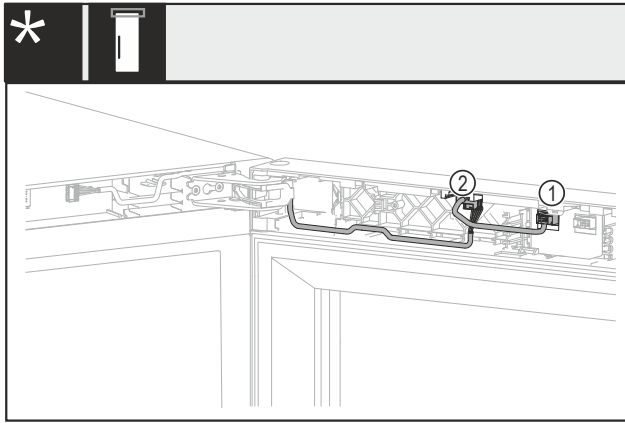

Fig. 9 Ohne Schloss oder mit mechanischem Schloss
- Stecker Fig. 9 (1) herausziehen.
- Stecker Fig. 9 (2) herausziehen.